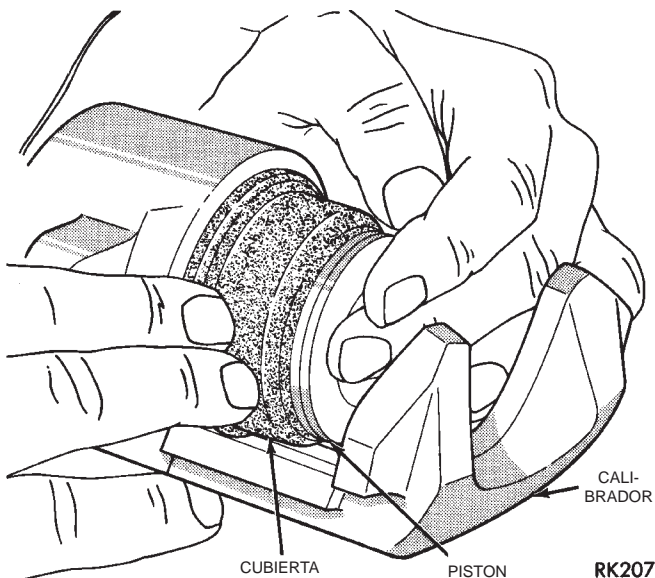

Fig. 181 Instalación del pistón en el hueco del calibrador
(5) Instale el pistón en el hueco del calibrador empujándolo más allá del sello del pistón, hasta que llegue a fondo en el hueco del calibrador (Fig. 181).
(6) Emplace la cubierta guardapolvo en el agujero escariado del hueco del pistón del conjunto del calibrador.